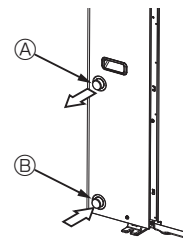

Fig. 4-1
4.1. Priključak za vodovodne cijevi (Fig. 4-1)
- Položaj dovodnih i odvodnih cijevi prikazan je na Fig. 4-1.
[Fig. 4-1]